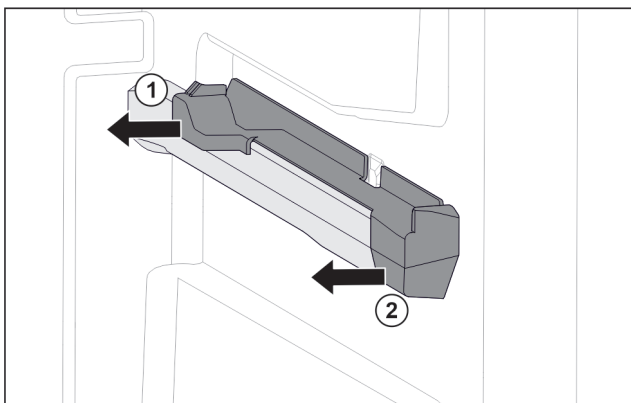

Fig. 102 Násuvný diel na pravom rebro nádoby
- Stiahnite násuvný diel vzadu do strany. Fig. 102 (1)
- Stiahnite násuvný diel vpredu do strany. Fig. 102 (2)